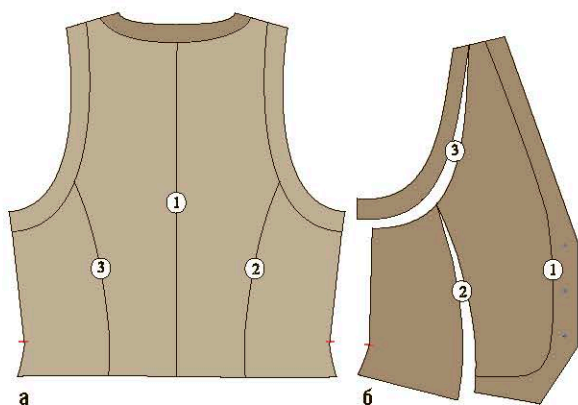

Рис. 3
Поскольку перед состоит из нескольких деталей, то во избежание неприятных сюрпризов собирать его следует в строго определенном порядке (смотрите рис. 3б). Прежде всего стачайте подборт с центральной частью переда ① и разутюжьте припуски на швы. Затем притачайте боковую деталь ②, припуски также разутюжьте. Завершите сборку обтачкой проймы ③ и заутюжьте припуски по направлению к внутренней части изделия.
Чтобы соединить воедино все элементы спинки, необходимо соблюдать последовательность действий, которая представлена на рис. 3а. Сначала проложите шов на середине спинки ①, затем соедините с этой заготовкой боковые детали ② и ③, разутюжьте припуски. После этого притачайте обтачки горловины и пройм и заутюжьте припуски, заложив их по направлению к внешней части изделия.